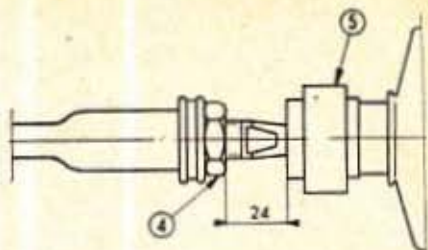

Fig. 132. — Position correcte du contre-écrou par rapport au boîtier de rotule
• Visser sur la queue de rotule le contre-écrou 4 et la biellette gauche pour obtenir une distance de 24 mm entre le boîtier de rotule 5 et le contre-écrou, la biellette étant dans l'axe de la crémaillère (fig. 132).